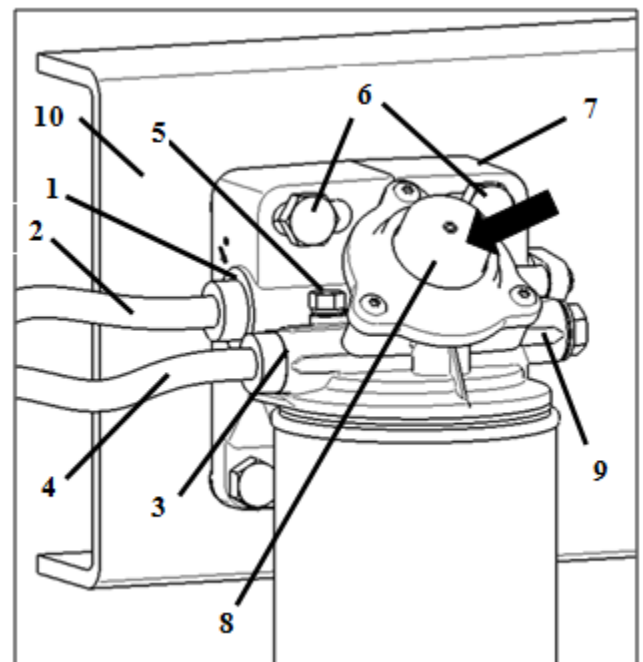

Fig. 3 Montaje
- Seleccione un lugar adecuado (Pos.10, Fig. 3) en el vehículo (respete las indicaciones del capítulo 4.1).
- Sujete ($Ma = 60 +5 \text{ Nm}$) la brida de montaje (Pos.7, Fig. 3) al chasis (Pos.10, Fig. 3) con dos tornillos (Pos.6, Fig. 3; M 12 - 8.8) y arandelas (12,5 - ISO 7090).
- Retire la tapa del tubo de entrada (Pos. 1, Fig. 3) y de salida (Pos. 3, Fig. 3).
- Cierre los conductos de carburante (Pos.2 y 4, Fig. 3) en la entrada (Pos.1, Fig. 3, rosca M18 x 1,5) y salida (Pos. 3 ó 9, Fig. 3, rosca M18 x 1,5).
- Afloje el tornillo de purga SW 12 (Pos.5, Fig. 3).
- Accione la bomba de mano (Pos. 8, Fig. 3) para succionar carburante.